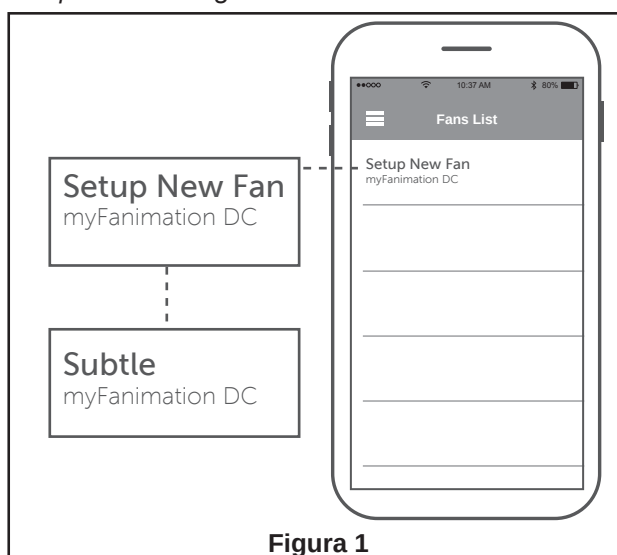

Figura 1
- ☐ 1. **Instalación de la placa de la pared:** (Figura 1)
- ☐ 1. Abra la app fanSync y toque el nuevo ventilador para iniciar la instalación. (Figura 1)